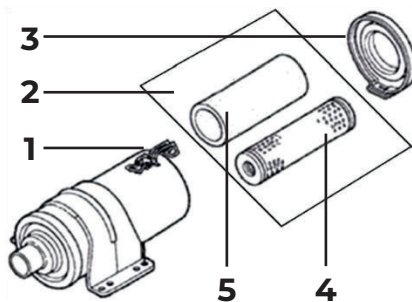

Рис. 14. Обслуживание воздушного фильтра
1. Отстегните защелку 1 и снимите крышку 3 воздушного фильтра (Рис. 14).
2. Извлеките воздушный фильтр 2 в сборе (Рис. 14).
3. Проверьте целостность и чистоту фильтрующих элементов. Поролоновый (предварительный) фильтрующий элемент 5 установлен на корпусе бумажного (основного) фильтрующего элемента 4 (Рис. 14).